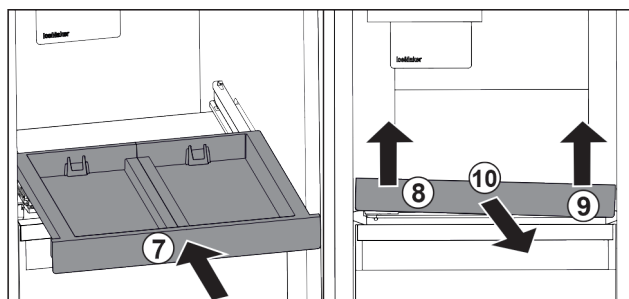

Fig. 119
- 推入拉出式搁板。 Fig. 119 (7)
- 抬起抽屉左前部。 Fig. 119 (8)
- 抬起抽屉右前部。 Fig. 119 (9)
- 向前取出拉出式搁板。 Fig. 119 (10)